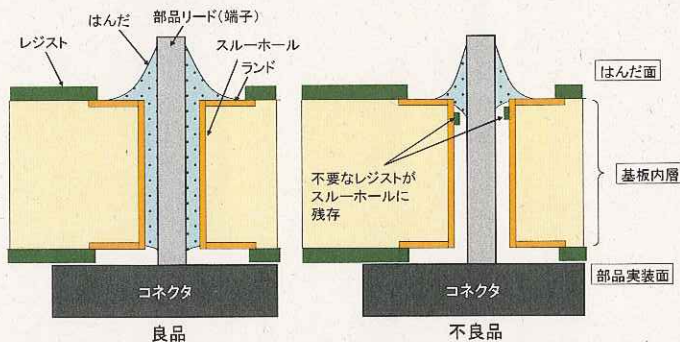

図1. 良品と不良品のはんだの差異
製造当時、はんだ面側(図1参照)からのみ基板のはんだ付け状態をチェックしていたため、スルーホール内にはんだが十分になじんでいない基板を見つけることができませんでした。また、最終出荷試験の時点では接触不良が発生しておらず、出荷に至りました。
- ① はんだ面側だけでなく部品実装面側（図1参照）からの、はんだ状態目視検査追加
- ② 基板の製造工程において、はんだの修正率が管理基準を超えた場合の原因究明および出荷可否を判定する体制の構築